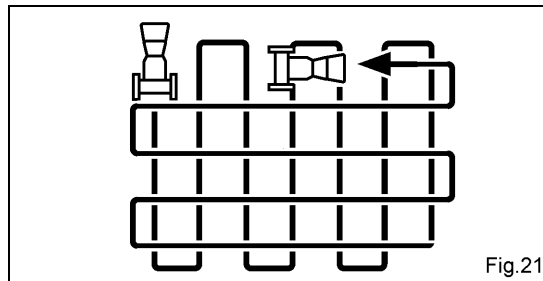

Fig.21
(6) 一通り刈り終わりますと、今までと直行する方向で刈り始めれば刈り跡がきれいになります。(Fig.21)